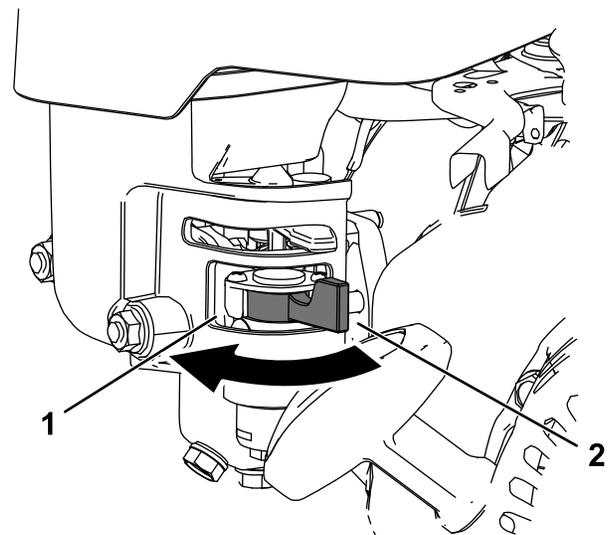

Bild 24
- Um das Kraftstoffventil zu öffnen, drehen Sie den Hebel am Kraftstoffhahn in Richtung des Rücklaufstartergriffs (Bild 24).
- Um das Kraftstoffventil zu schließen, drehen Sie den Hebel am Kraftstoffhahn vom Rücklaufstartergriff weg (Bild 24).